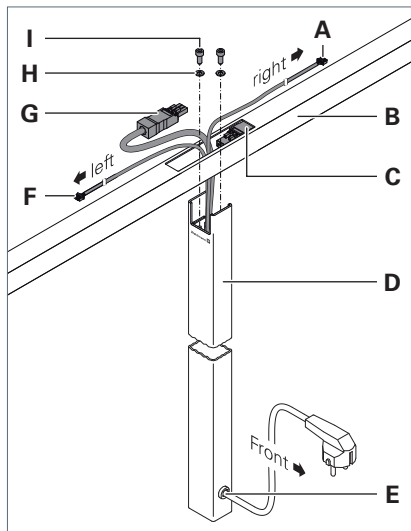

Fig. 3: Tragrohr auf Standrohr montieren.
- ▶ Führen Sie die Leitung **G** von unten durch die Öffnung des Tragrohrs **B**, siehe Fig. 3.